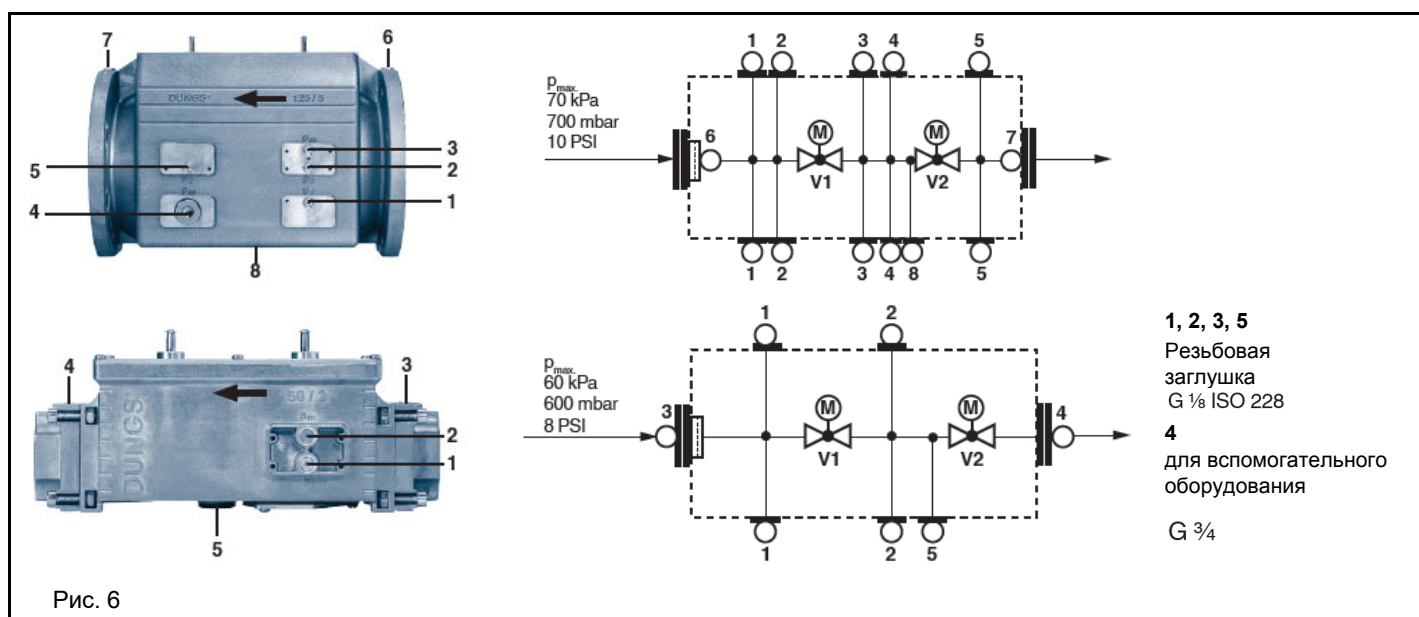

Рис. 6
- 2 Отвинтите винты 1 ÷ 4 шестигранным ключом № 3 и снимите крышку фильтра 5 на Рис. 6.